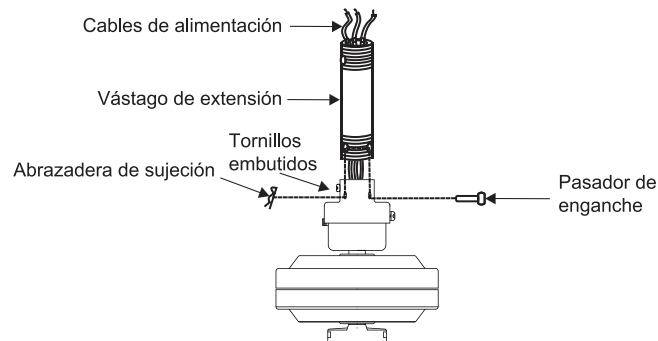

Fig. 8
Paso 6. Afloje los dos tornillos y retire el pasador de enganche y el clip de sujeción del acoplamiento en la parte superior del ensamble del motor. (Fig. 8)
Luego, vuelva a colocar el pasador de enganche y la abrazadera de sujeción. Ajuste ambos tornillos embutidos. (Fig. 8)